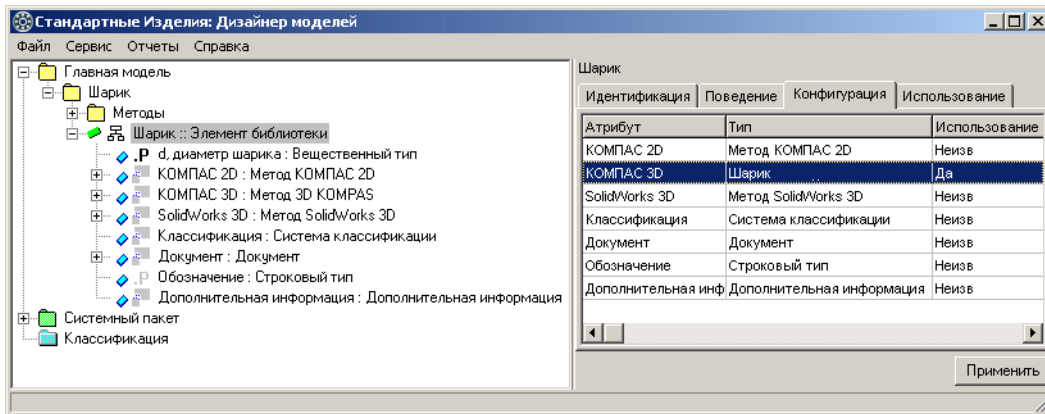

Рис. 3.24.
5. Нажмите кнопку **Применить**. Окно переопределения параметра закроется. На вкладке **Конфигурация** будет показан уточненный тип атрибута (рис. 3.24).